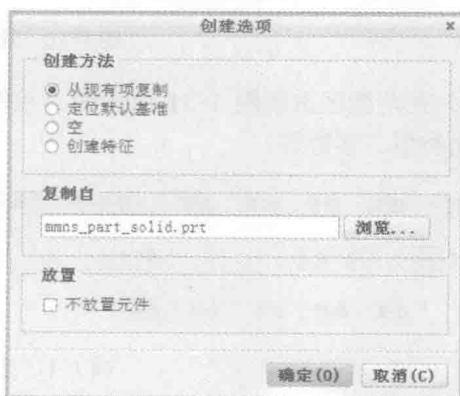

图 1-13 “创建选项”对话框
5) 在弹出的图 1-13 所示的“创建选项”对话框中, 指定创建方法。系统提供了 4 种创建方法的选项, 即“从现有项复制”“定位默认基准”“空”和“创建特征”。确定创建选项后, 注意根据系统提示选择相应的参考。